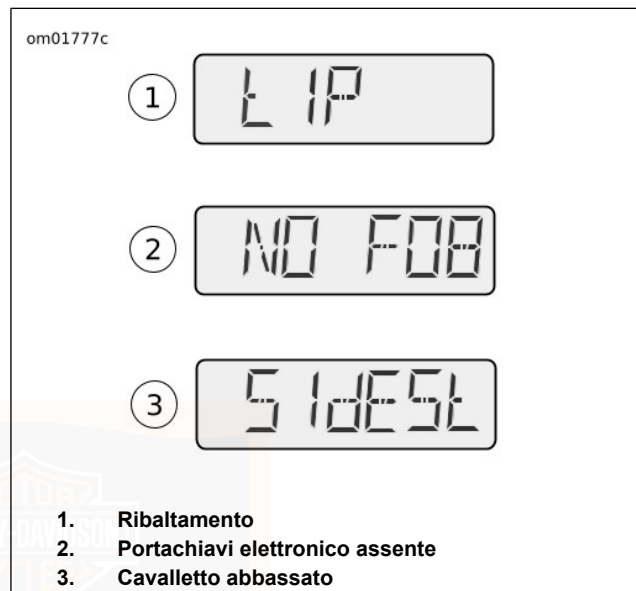

Figura 14. tIP, NO FOB e SidEstAnd
Vedere Figura 14. In caso di ribaltamento della motocicletta, la parola "tIP" (ribaltamento) (1) verrà visualizzata nel contachilometri. Non sarà possibile avviare il motore finché la segnalazione non sia stata annullata.
Vedere Figura 14. Se la motocicletta a un sistema di sicurezza e la si avvia senza il portachiavi elettronico, la finestra del contachilometri visualizzerà “NO FOB” (portachiavi elettronico assente) (2) non appena inizia a muoversi. La visualizzazione dura 10 secondi per ricordare di recuperare il portachiavi elettronico.
Vedere Figura 14. Sui modelli internazionali (HDI), se nella motocicletta viene inserita una marcia mentre il cavalletto è giù, viene visualizzato il messaggio “SidEstAnd” (cavalletto laterale) (3). Vedere COMANDI E SPIE > INTERBLOCCO DEL CAVALLETTO: MODELLI PER IL MERCATO INTERNAZIONALE (Pagina 65).